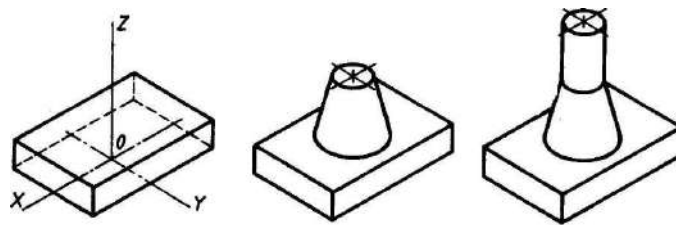

Рис. 13. Построение изометрической проекции детали на основе последовательного приращения объемов
2.Способ построения изометрической проекции на основе последовательного удаления объемов используется в тех случаях, когда отображаемая форма получена в результате удаления из исходной формы каких-либо объемов (рис. 13).